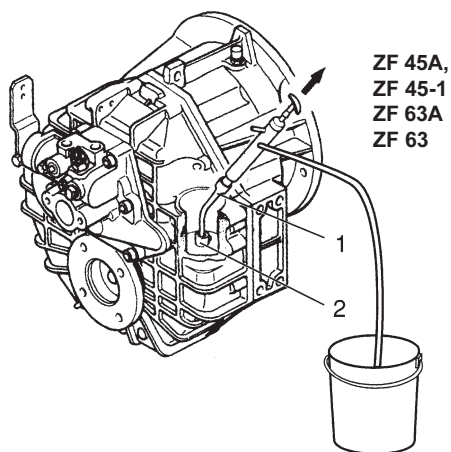

Рис. 6-6
1. **Модели ZF 45A, ZF 45-1, ZF 63A, ZF 63:** Вставьте шланг насоса для откачки масла (рис. 6-6, п. 1) в сливной патрубок (рис. 6-6, п. 2) до самого конца и откачайте масло.
2. **Модели ZF 25A, ZF 25, ZF 63 IV, ZF 80A, ZF 80-1A, ZF 80 IV, ZF 80-1 IV, ZF 85A, ZF 85 IV:** Отвинтите пробку сливного отверстия (см. рис. 6-6а, п. 3) и дайте маслу стечь.
Рис. 6-6а